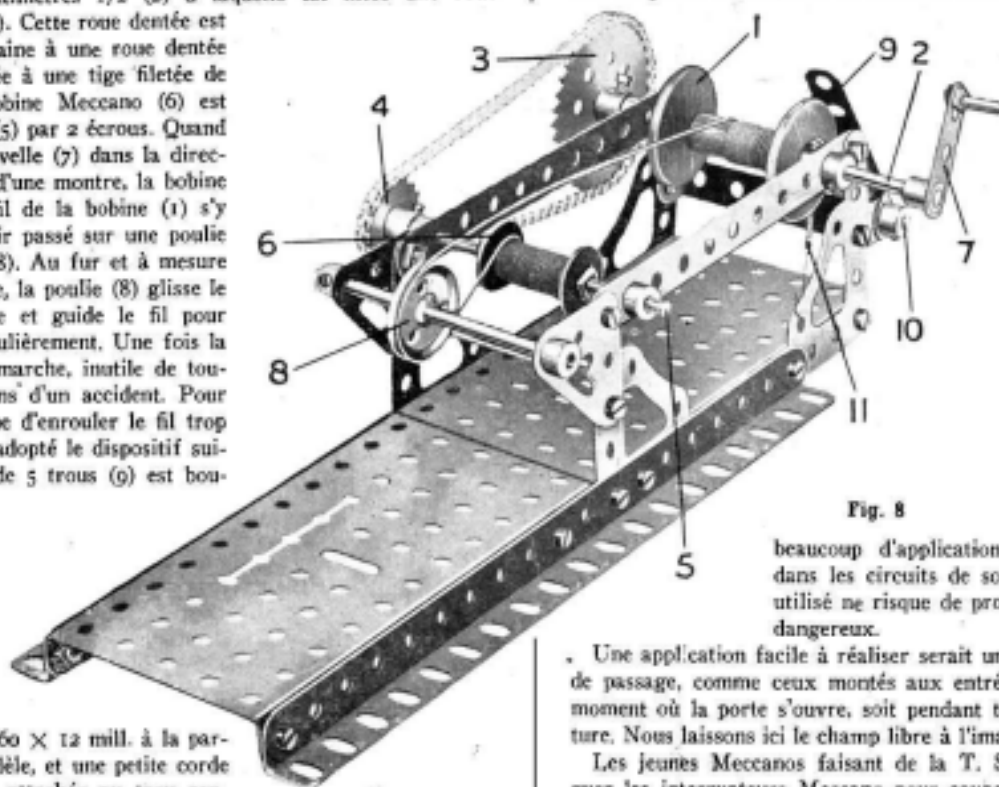

Fig. 8
Sur la fig. 8 nous voyons un tour à bobiner le fil de fer. Cet appareil a été spécialement établi pour bobiner les fils autour de la bobine Meccano (pièce n° 301) qu'on utilise alors pour la construction des électro-aimants, etc. Ce modèle est d'une construction simple et peut être monté en quelques minutes. Un fois achevé il remplira rapidement la bobine et remplacera très avantageusement le long procédé de bobinage à main. La bobine de fil (1) est montée folle sur une tringle de 11 centimètres 1/2 (2) à laquelle est fixée une roue dentée de 5 cm. (3). Cette roue dentée est réunie par une chaîne à une roue dentée de 25 cm. (4) fixée à une tige filetée de 9 cm. (5). La bobine Meccano (6) est fixée à la tringle (5) par 2 écrous. Quand on tourne la manivelle (7) dans la direction des aiguilles d'une montre, la bobine (6) tourne et le fil de la bobine (1) s'y enroule après avoir passé sur une poulie folle de 25 mm. (8). Au fur et à mesure que le fil se bobine, la poulie (8) glisse le long de la tringle et guide le fil pour qu'il s'enroule régulièrement. Une fois la machine mise en marche, inutile de toucher le fil, à moins d'un accident. Pour empêcher la bobine d'enrouler le fil trop rapidement, on a adopté le dispositif suivant: une bande de 5 trous (9) est boulonnée à un support double qui pivote librement sur une tringle de 25 cm. (10), cette tringle passe dans un autre support double boulonné à une bande courbée de 60 x 12 mill. à la partie arrière du modèle, et une petite corde élastique (11) est attachée au trou central d'une bande (9) et au corps du modèle.